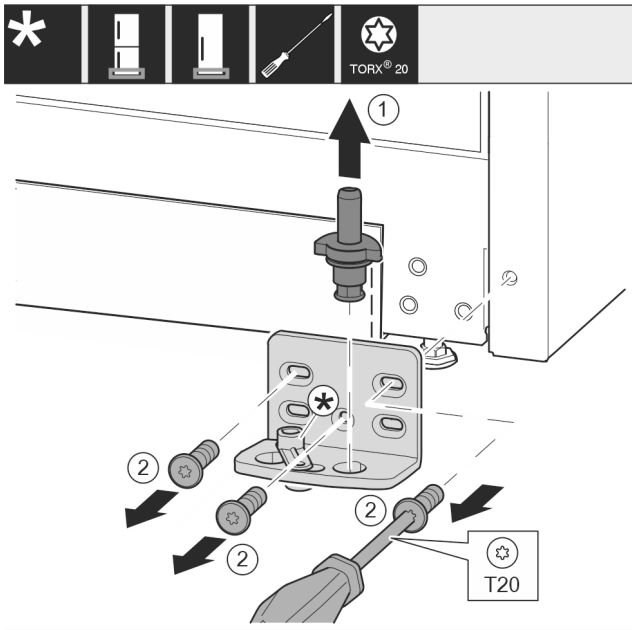

Fig. 27
- ▶ Опорный палец Fig. 27 (1) полностью извлеките движением вверх.
- ▶ Открутите винты Fig. 27 (2) отверткой и снимите опорный кронштейн.